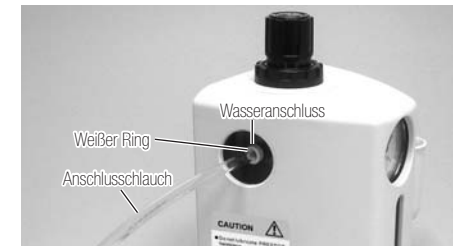

Abb. 1
Drücken Sie den Anschluss Schlauch ⑧ in den Anschluss des Reglers auf der linken Seite der Einheit, bis er **richtig fest sitzt**, wie in Abb. 1 dargestellt. Überprüfen Sie durch Ziehen nach dem Anschluss, ob der Schlauch sicher installiert ist. Schließen Sie das andere Ende des Anschluss Schlauchs an die Luftversorgung an.